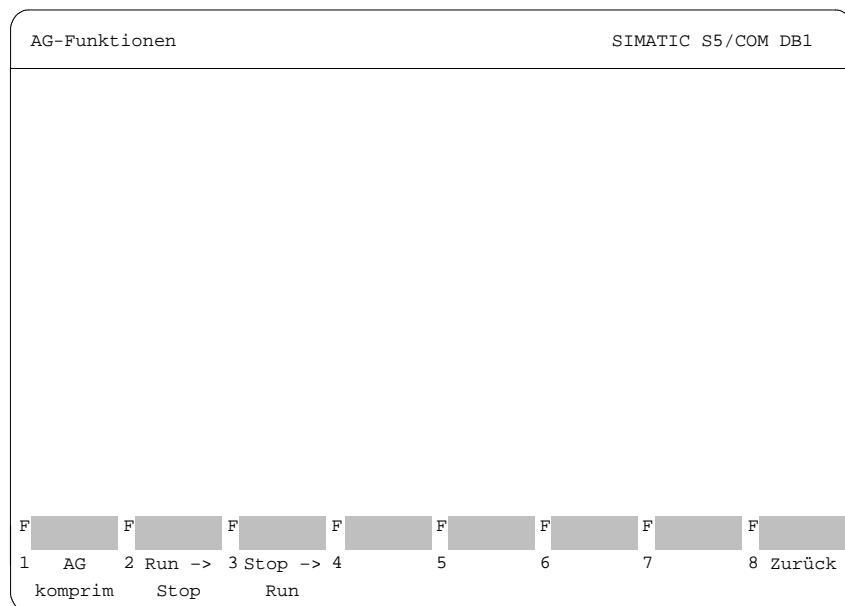

Bild 22-20 COM DB1-Maske *AG-Funktionen*; AG von STOP auf RUN schalten
1. Drücken Sie in der Maske *Uebersichtstabelle* Taste **F7 AG-Funktion** (→ *Bild 22-20*). Die Maske *AG-Funktionen* erscheint am Bildschirm.